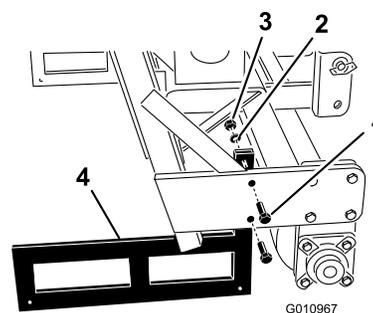

図 26
- 保管用スタンドとエアレータとを接続しているボルトとナットを取り外す (図 26)。